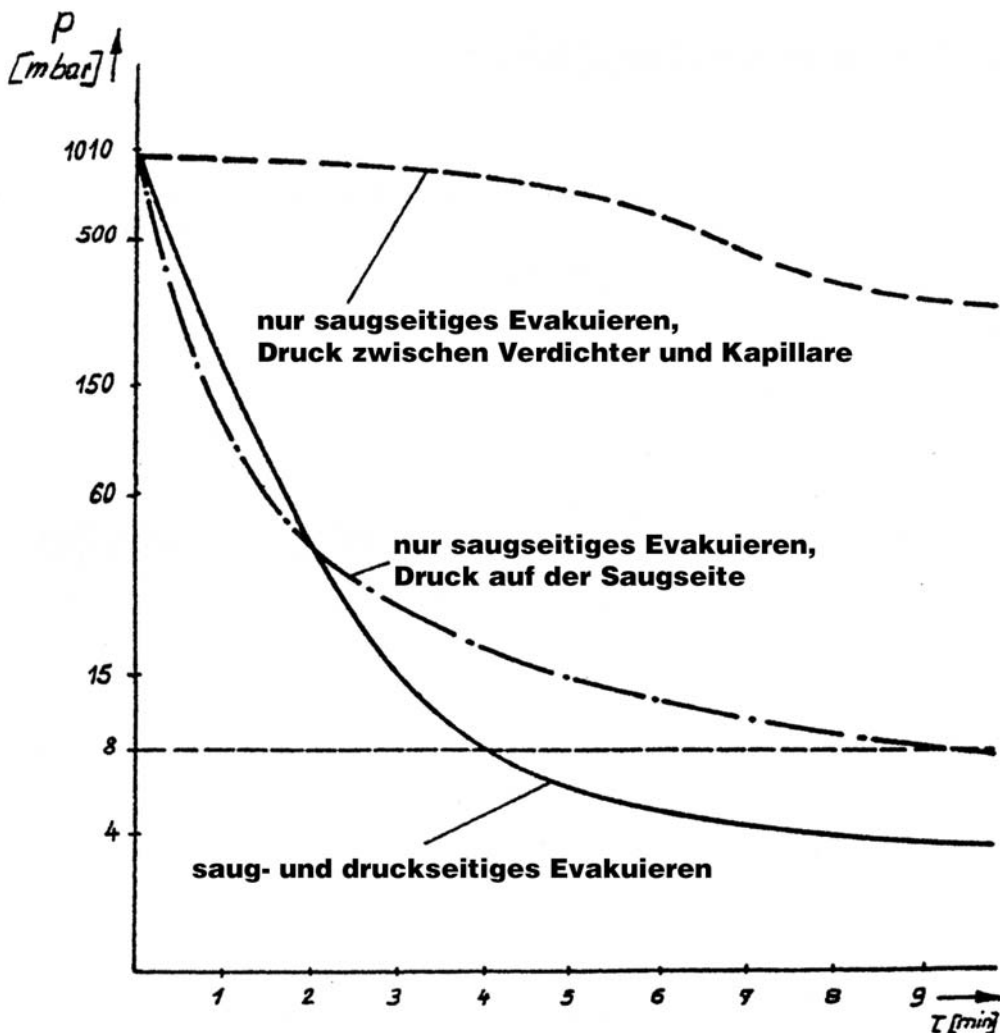

Bild 2: Evakuierungskurven für eine Tiefkühltruhe mit einer 1stufigen Vakuumpumpe von 1 m³/h
- Kühlgeräte mit Kapillarrohr müssen saug- und druckseitig evakuiert werden, da sonst auf der Hochdruckseite kein Vakuum erreicht wird (siehe Bild 2).